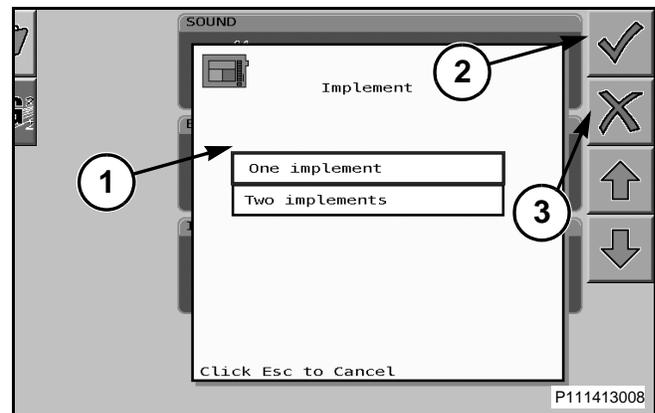

FIG. 79
FIG. 79: Para seleccionar la configuración de uno/dos implementos, desplácese a través de la lista desplegable para resaltar una selección (1) y a continuación presione el botón de la rueda de selección o la tecla rígida situada junto al icono de marca de verificación (2) para aceptar el ajuste. Para cancelar la selección, presione la tecla rígida situada junto al icono X (3).